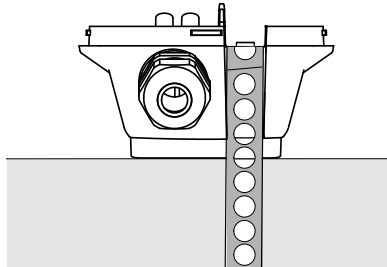

Fig. 1 Mise en place
3. Placez le capteur conformément à la *Fig. 1* et utilisez la bande métallique pour le fixer autour du tube.